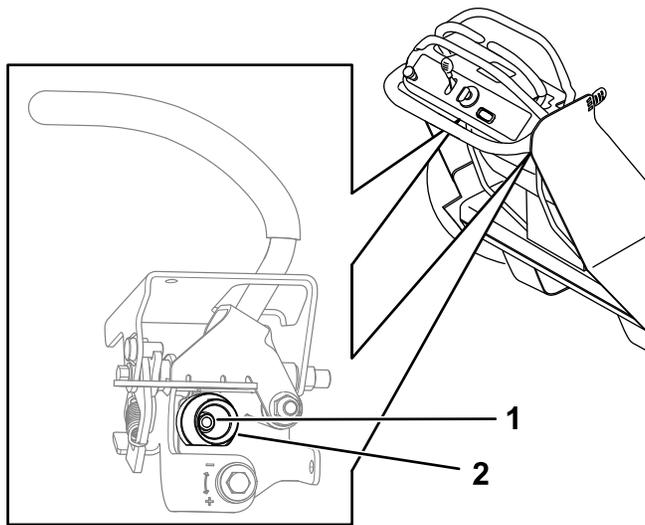

Рисунок 60
6. Отрегулируйте кулачок так, чтобы его рычаг был совмещен с другим рычагом управления движением, и затяните гайку кулачка (Рисунок 60).